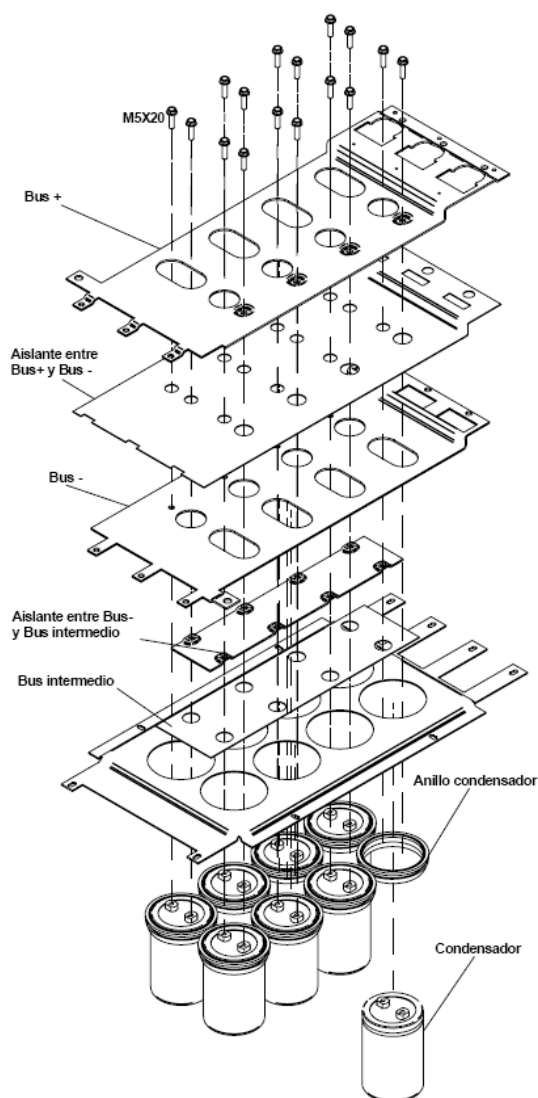

Figura 3.16.Extracción de los condensadores.
Consultar la *figura 3.16* mientras se siguen estas instrucciones:
- 2) Colocar el Bus intermedio como se muestra en la *figura 3.16*.
- 5) Colocar el Bus (-) como se muestra en la *figura 3.16*.
- 8) Colocar el Bus (+) como se muestra en la figura 3.16.